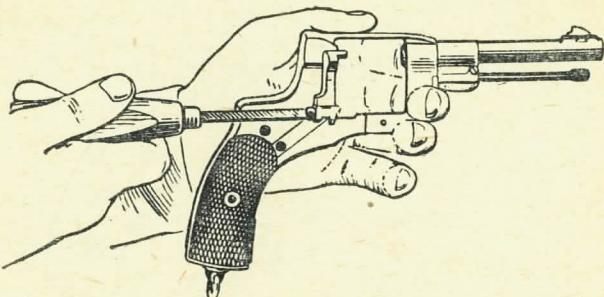

Рис. 40. Как отвинтить винт дверцы
**15) отделить дверцу** и ее пружину: отвинтить винт пружины дверцы; отвинтить и вынуть винт дверцы (рис. 40); вынуть дверцу и ее пружину;